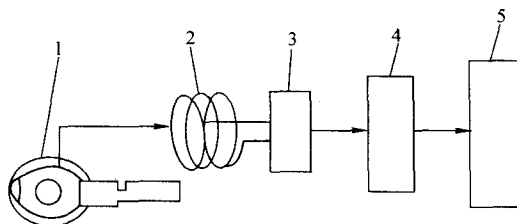

图 7-11 解开锁定信号
3) 如果传输晶体送出的识别码正确无误，则 EWS 控制模块将给发动机控制模块送解锁信号，如图 7-11 所示。这一程序必需在 350ms 中完成，当旋转钥匙起动发动机时，若发动机转速超过规定值时间过长，则 EWS 控制模块将起动机关闭。另外，起动机开关也必需在变速器档位开关“P”档或“N”档时才能作用。在制造 EWS 原件时，控制模块和传输晶体必须同时进行。